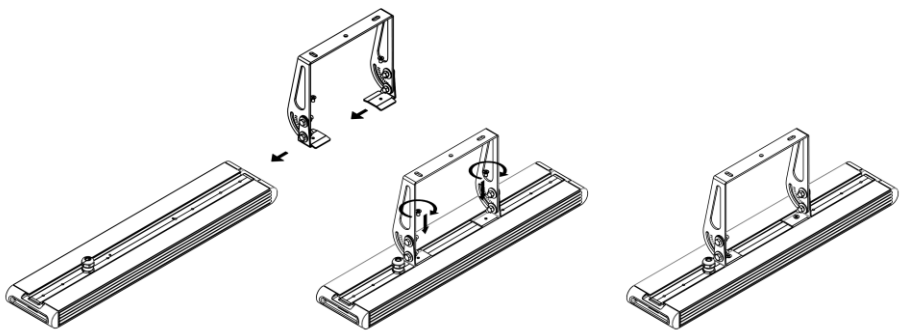

Рисунок 7 — Установка крепления Скоба малая с регулировкой (на примере Element 0,5x1).
5.5.1. Распакуйте крепление и установите на светильнике (см рисунок 7). Заведите крепление в паз на корпусе светильника. Для фиксации крепления на корпусе светильника имеются 2 отверстия. Совместите отверстия на креплении с отверстиями на корпусе. Шаг между винтами на креплении должен совпасть с шагом между винтами на корпусе. Крепление должно встать симметрично поперечной оси светильника. Вкрутите два винта M5, идущих в комплекте для фиксации крепления на корпусе светильника (см. рисунок 4, б).